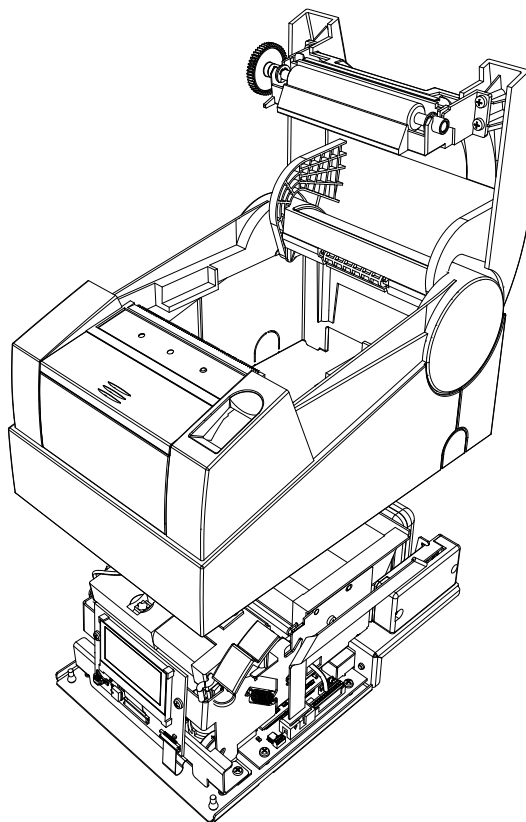

Рисунок 4. – Вскрытие корпуса принтера.
4. Откройте крышку принтера (см. рисунок 4).
5. Снимите корпус принтера (см. рисунок 4).